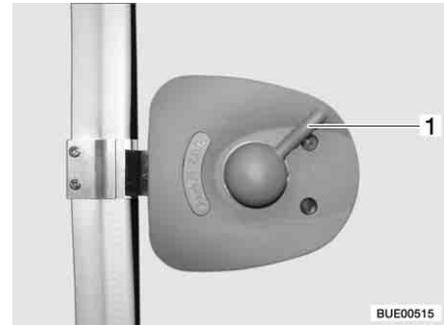

Bild 28 Türschloss Eingangstür, innen, verriegelt
**Verriegeln:** ■ Den Türgriff (Bild 28,1) ca. 45° nach oben drücken und in dieser Stellung stehen lassen.